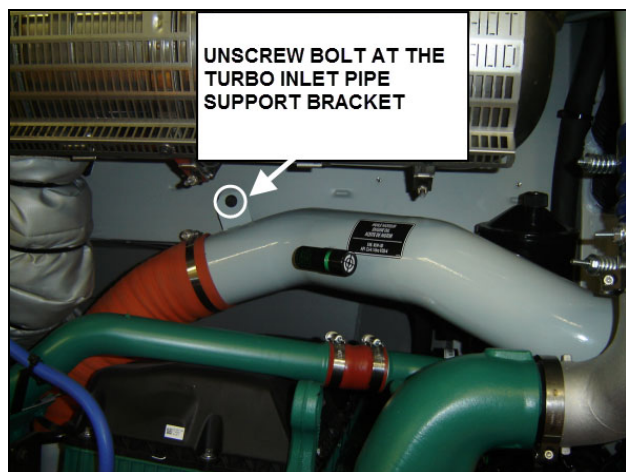
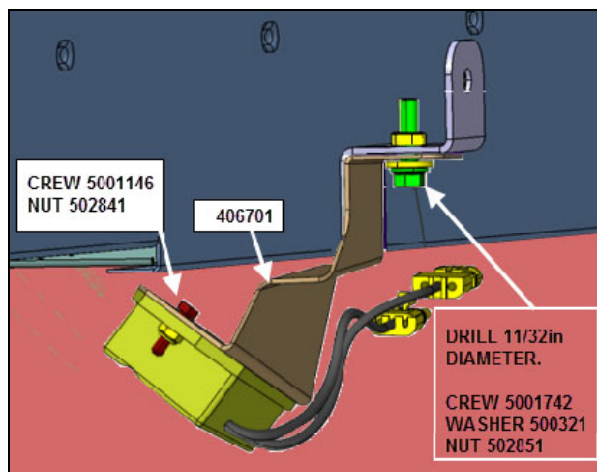

FIGURE 13 : Dévisser le boulon au support du tuyau d'admission d'air du turbo
FIGURE 14
- 1) Dévisser le boulon au support du tuyau d'admission d'air du turbo (FIGURE 13).
- 2) Installer le nouveau capteur optique sur le nouveau support 406701 (FIGURE 13). Installer l'assemblage sur le support du tuyau d'admission d'air tel que montré à la FIGURE 14. Le capteur optique doit être orienté de façon à ce que les fils électriques soit vers l'arrière du véhicule.